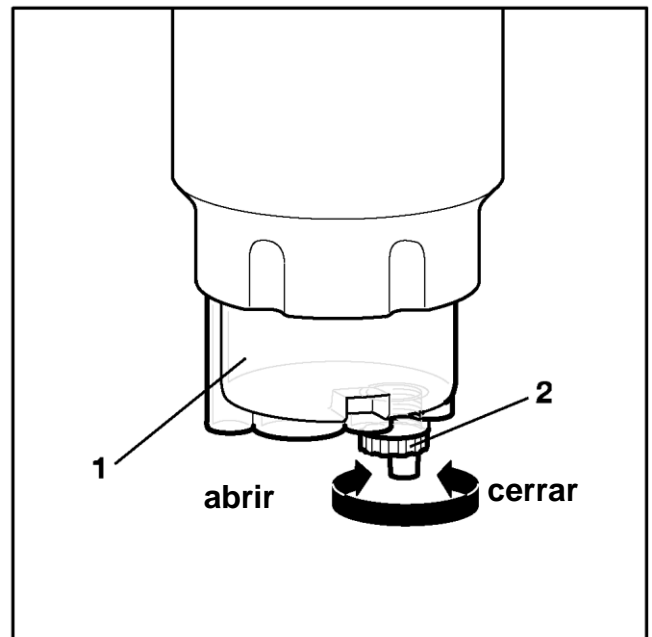

Fig. 4 Evacuación del agua
- Controle si el tornillo de desagüe está cerrado (vea también Fig. 4).
- Desenrosque el tornillo de desagüe (Pos.2, Fig. 4) que está en la base del depósito de evacuación de agua (Pos. 1, Fig. 4) y deje salir el agua.
- Vuelva a enroscar el tornillo de desagüe (Pos.2, Fig. 4).